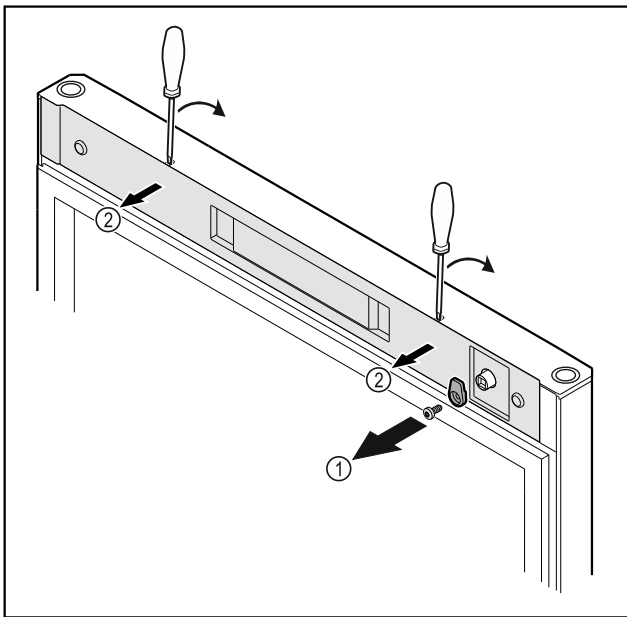

Fig. 10
- ▶ Schließhaken Fig. 10 (1) abschrauben.
- ▶ Abdeckung Fig. 10 (2) mit einem kleinen Schraubendreher austrasten und abnehmen.